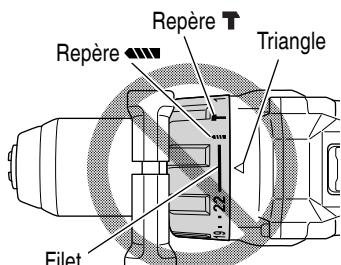

Fig. 18
- Ne pas utiliser avec le sélecteur de débrayage sur le nombre "22" et le trait au milieu du repère de percage. Cela pourrait provoquer des dommages. (Voir Fig. 18)